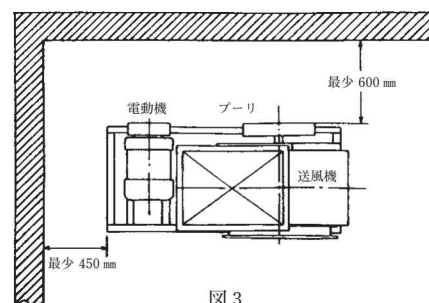

図3
- 2) 送風機が上記取扱いのために必要とするメンテナンススペースを図3に示します。